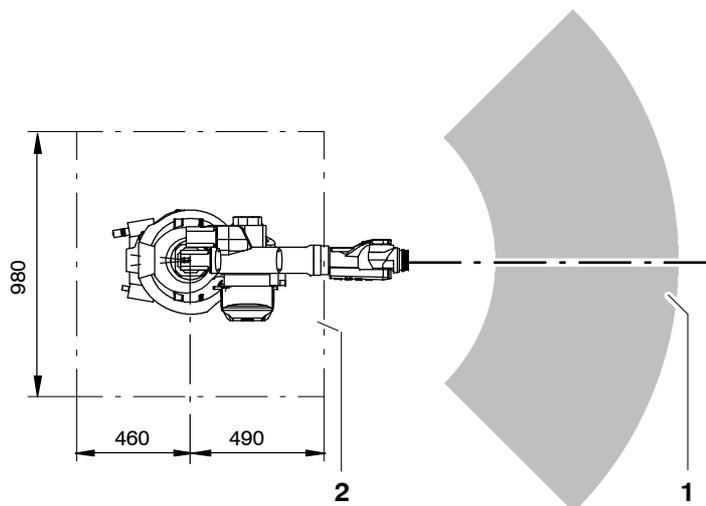

Fig. 50 Affectation enveloppe d'évolution et fondations en béton
- (3) Repérer la position du manipulateur par rapport à l'enveloppe d'évolution (Fig. 50/1) sur les fondations en béton (2) et amener le manipulateur en position de montage.
- (4) Aligner horizontalement le manipulateur.
Lorsque vous percez les trous, veillez à respecter la position de montage correcte du manipulateur, c'est-à-dire la position par rapport à l'enveloppe d'évolution (Fig. 50/1).